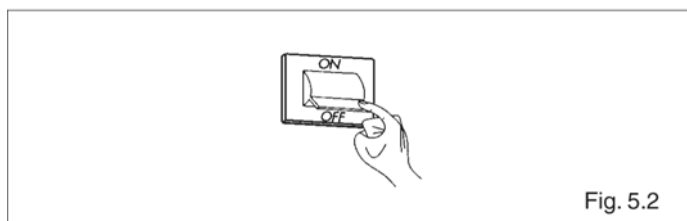

Fig. 5.2
- переведите главный выключатель системы в положение «выключено» (рис. 5.2).